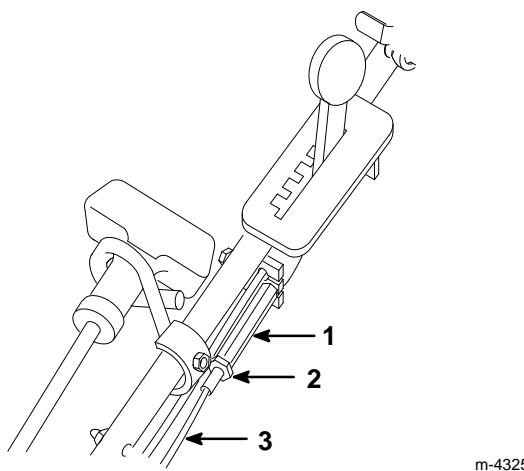

Abbildung 30
3. EINSTELLUNG DES KABELS (Abb. 30) – Die Gegenmutter am Bremskabel lösen. Einen 4,8-6,4 mm (3/16"-1/4") dicken Gegenstand zwischen Bremshebel und Griffstange stecken. Die Kabeleinstellvorrichtung am Bremskabel drehen, bis der Durchhang aus dem Kabel beseitigt ist. Dann die Mutter anziehen.